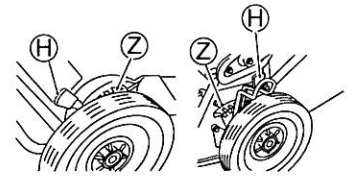

Fig. 6.
- 2 Couchez le levier de réglage de la hauteur de tonte (H) vers le côté de la roue, afin de le séparer des dentures (Z). (Voir Figs. 6 et 7.)
- 3 Insérez le levier de réglage de la hauteur de tonte (H) dans l'encoche (Z) pour avoir la hauteur de tonte désirée tout en laissant le levier couché.
- 4 Insérez tous les leviers de réglage de la hauteur de tonte (H) dans les encoches (Z) correspondant à la même hauteur.